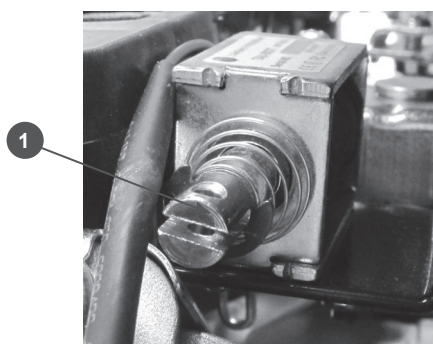

Рис.11
5. Нажмите и удерживайте шток солонида управления воздушной заслонкой карбюратора (1) Рис.11